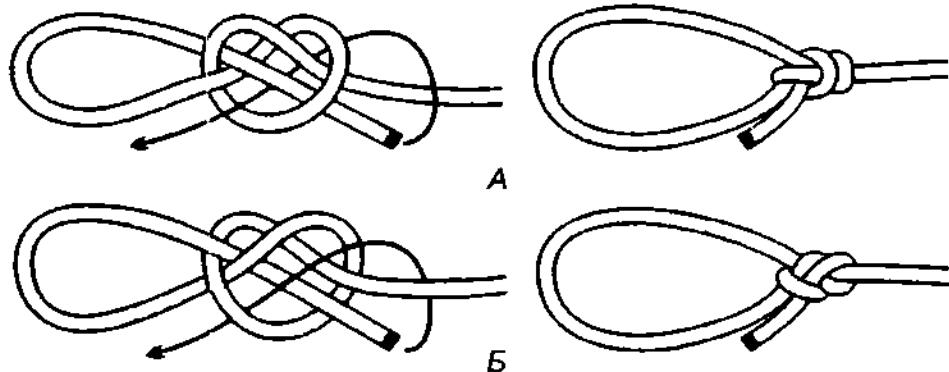

Рис. 198 Левые и правые скотские узлы со шлагом.
**Скотский узел** можно обезопасить, связав его со шлагом, а ходовой конец продеть в узел (рис. 198). Этот простой и крепкий узел хорошо держит на жёсткой верёвке, выдерживает переменные нагрузки и, как бы туго не затянулся, очень легко развязывается.